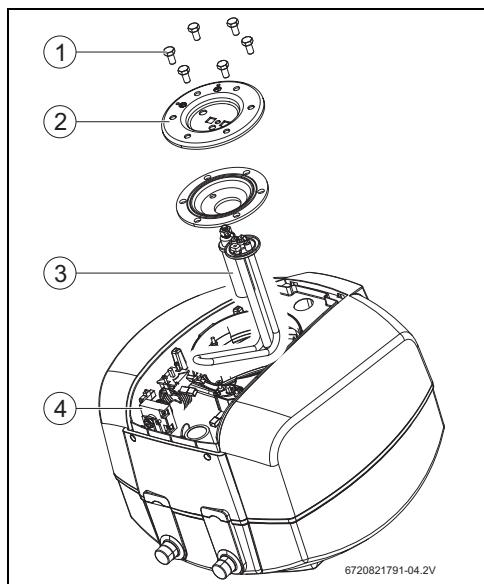

Рис. 14 Доступ во внутреннее пространство и обозначение деталей
- ▶ Полностью нажмите кнопку разблокировки (→ рис. 14, [4]).